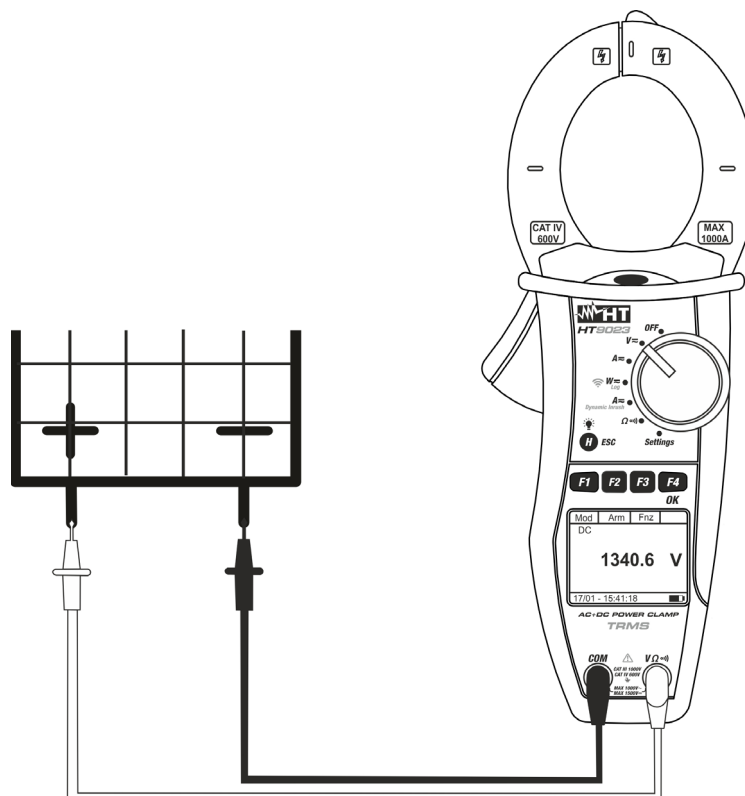

Abb. 5: DC Spannungsmessung
4. Verbinden Sie die rote Messleitung mit der **VΩ Ω)** Eingangsbuchse, und die schwarze Messleitung mit der **COM** (siehe Abb. 5) Buchse und verbinden Sie die Messspitzen mit dem zu prüfenden Stromkreis.